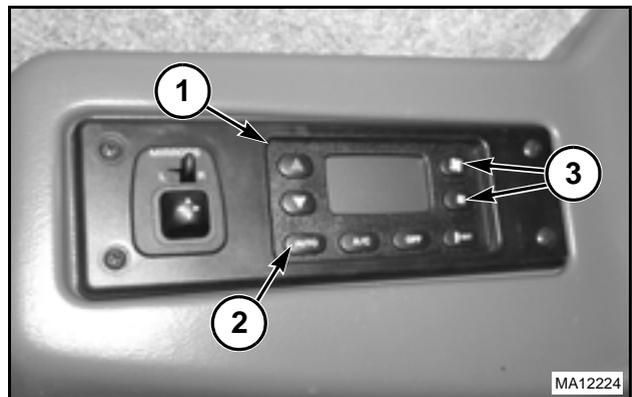

FIG. 46
FIG. 46: El panel de control (1) está ubicado al lado izquierdo del panel de instrumentos electrónico. Para encender el sistema, presione el botón AUTO (2) o cualquier un de los botones de velocidad del ventilador (3).